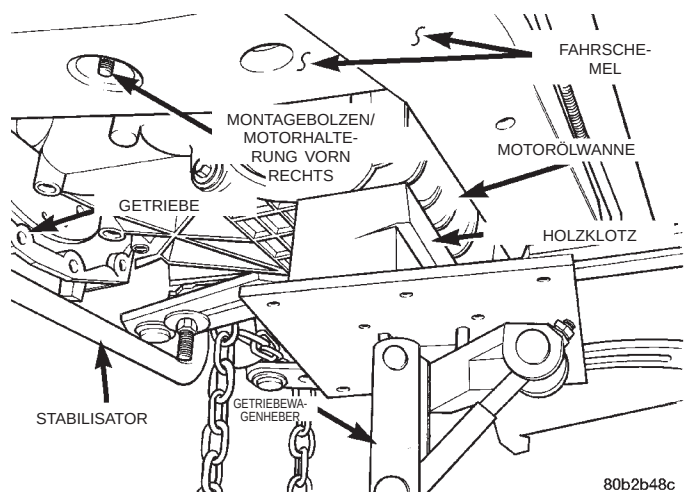

Abb. 58 Anordnung des Getriebewagenhebers unter der Ölwanne
(14) Einen Getriebewagenheber unter die Motorölwanne stellen (Abb. 58). Einen Holzklötz zwischen Wagenheber und Ölwanne legen, um die Ölwanne nicht zu beschädigen (Abb. 58). Wagenheber vorsichtig hochpumpen, bis die Motorhalterungen vom Fahrschemel freikommen. Eventuell muss der Wagenheber noch weiter hochgepumpt werden.
(2) Motor mit dem Wagenheber absenken, so dass die Montagebolzen in ihren Sitz im Fahrschemel gleiten (Abb. 58).